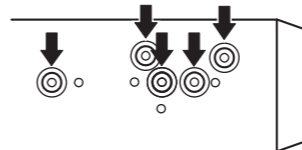
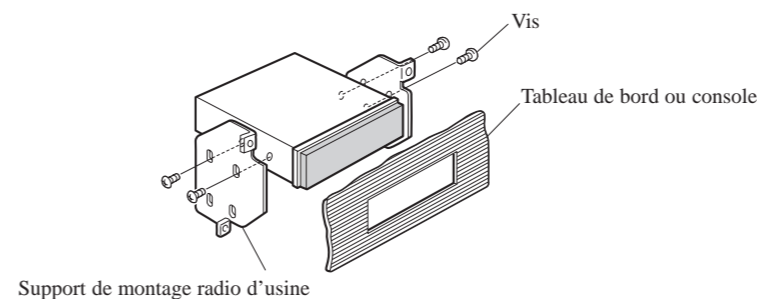

Fig. 8
Fig. 9
2. Fixation de l'appareil sur le support de montage radio d'usine. (Fig. 8) (Fig. 9)